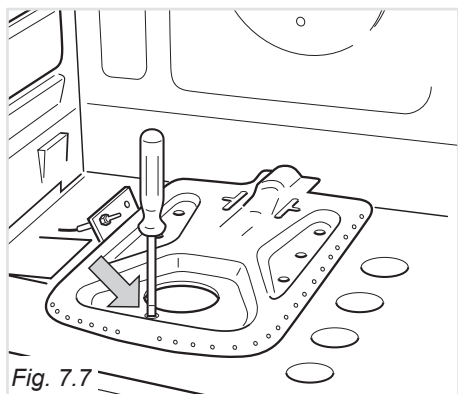

Fig. 7.7
- Svitare la vite che fissa il bruciatore (fig. 7.7).